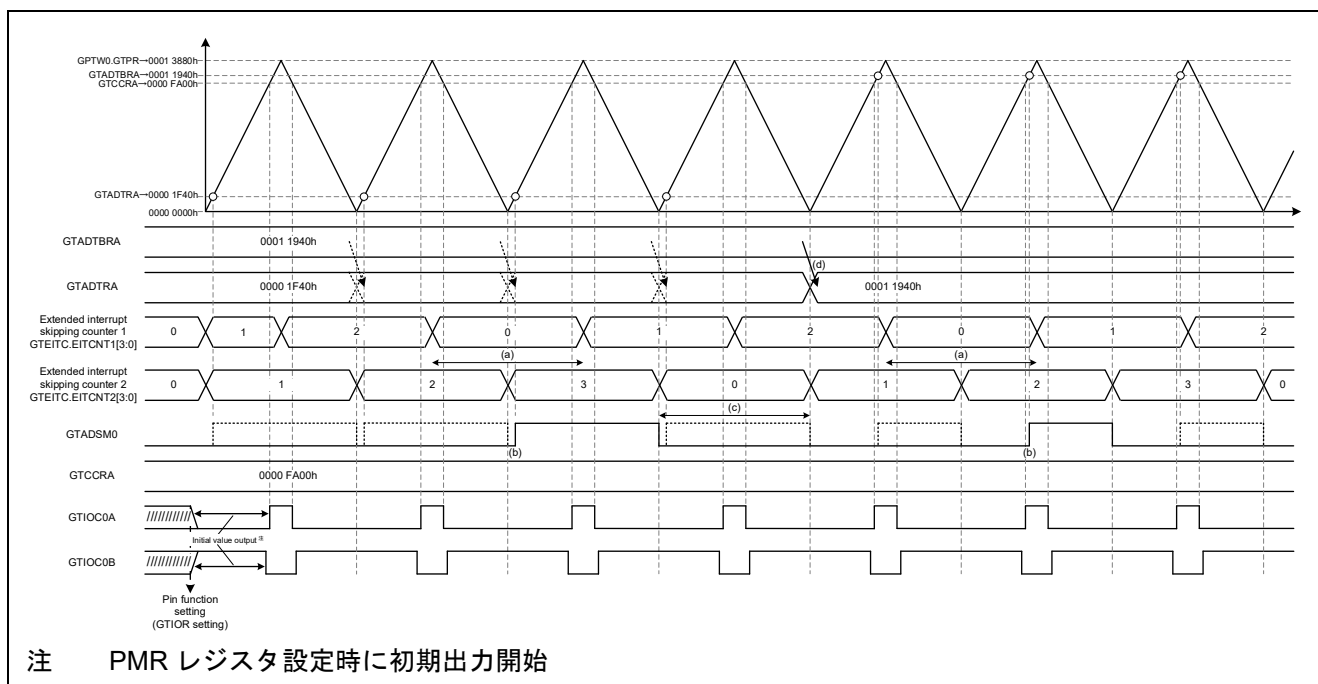

図 4-15 サンプルコードの動作
- 動作：カウンタ値"0"の時 GTADTRA 割り込みが許可（図 4-15 の(a)）となり、GTADTRA コンペアマッチ発生時に A/D 変換開始要求が発生し GTADSM0 端子変化（図 4-15 の(b)）
- 動作：カウンタ値"0"の時バッファ転送が許可（図 4-15 の(c)）、谷でバッファ転送（図 4-15 の(d)）